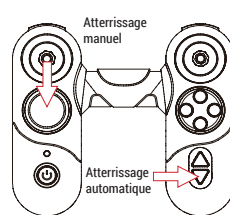

Figure 3: Atterrissage
- 8. Atterrissage:** Pour atterrir maintenez le joystick de gauche vers le bas jusqu'à ce que le drone se pose au sol (Figure 3). Vous pouvez également utiliser le bouton atterrissage automatique, le drone atterrira automatiquement.